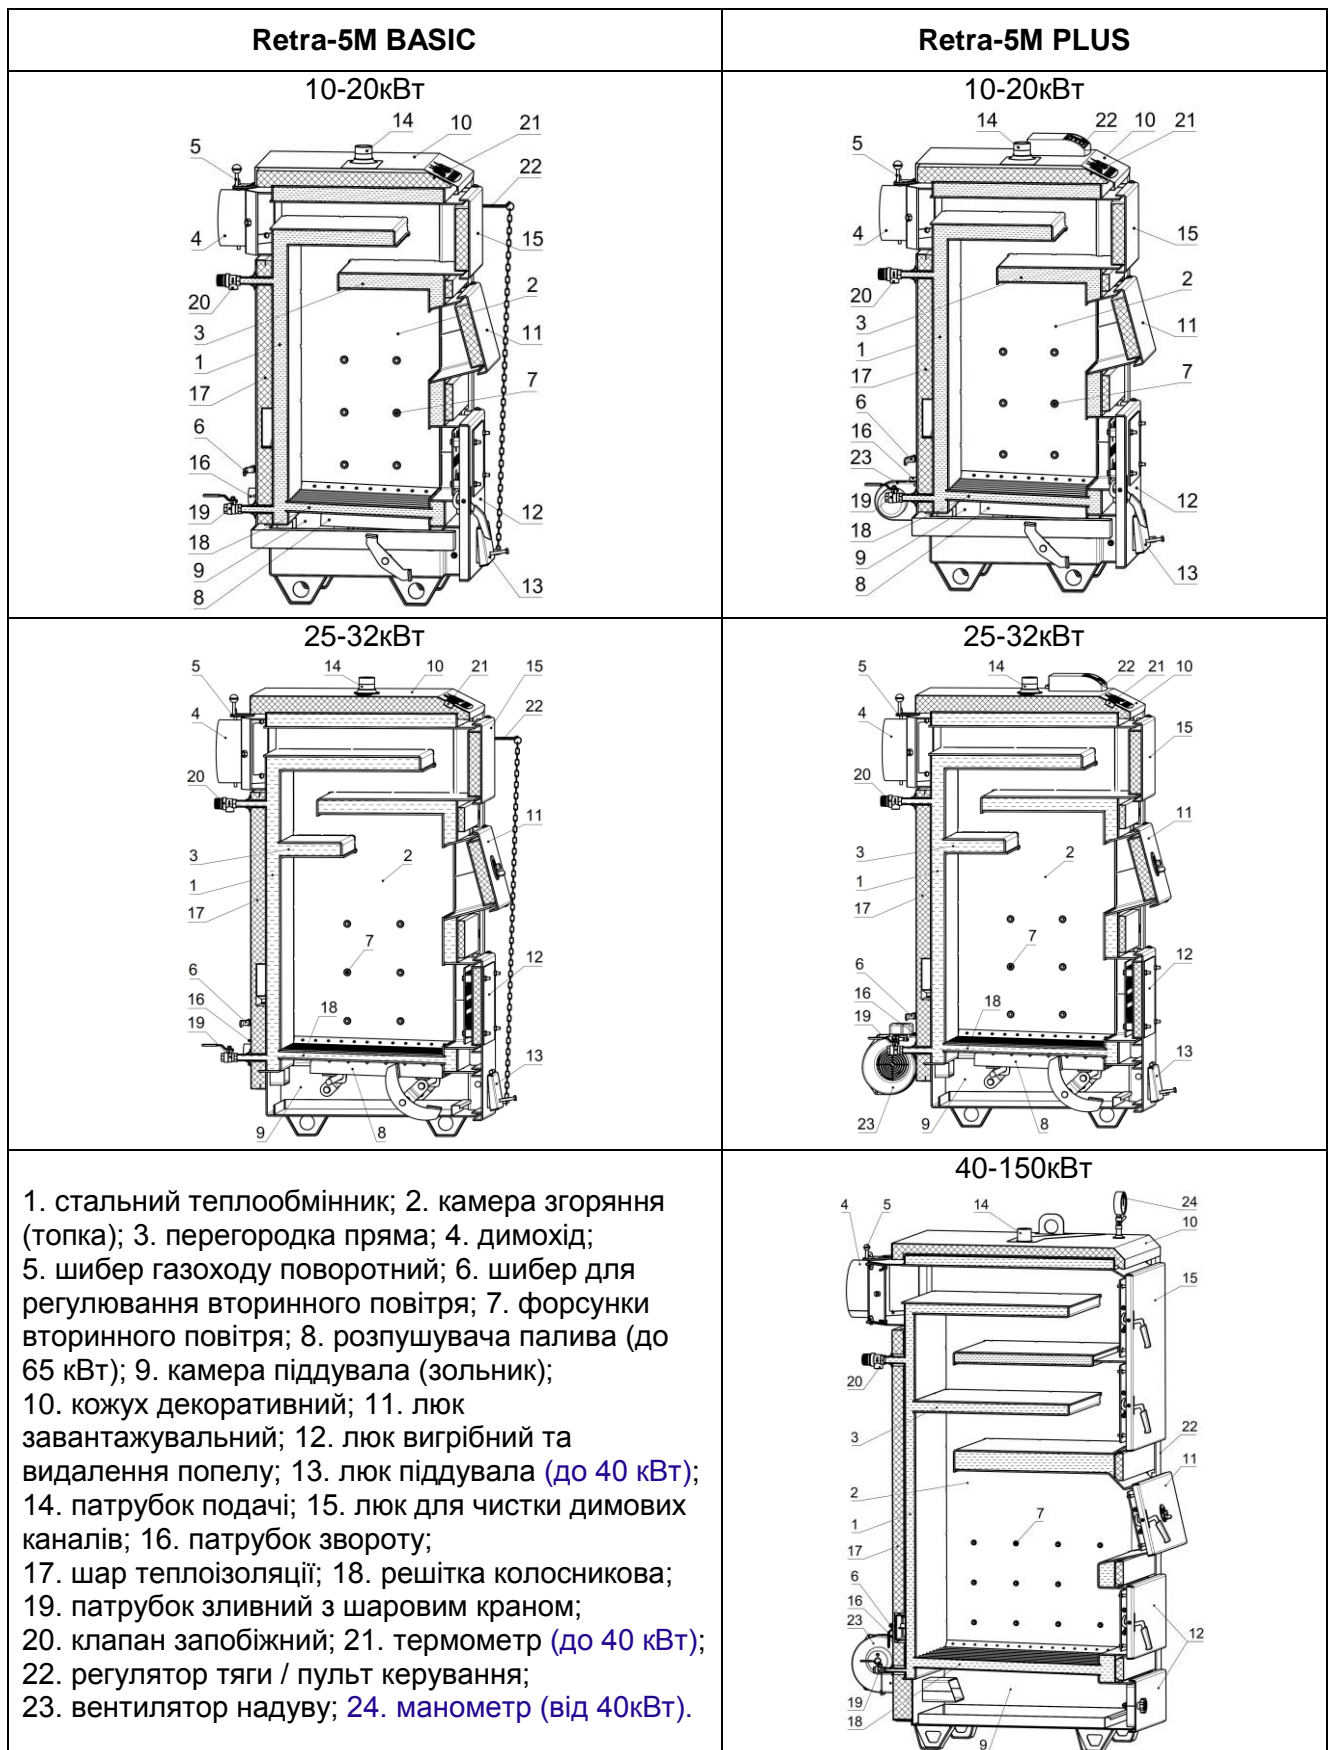

Рис.2 Схема будови котла моделей «Retra-5M BASIC», «Retra-5M PLUS»
5.2 Будова котла (див. Рис.2)
5.3 Принцип роботи (див. Рис.2). Вода із системи теплопостачання надходить в котел через патрубок звороту "16", розтікається по всім внутрішнім порожнинам теплообмінника і, через його металеві стінки, відбирає тепло від палива, що горить (контактним і радіаційним способами в топці) і газоподібних продуктів згорання (конвективним способом в решті частин теплообмінника). Нагріта вода через патрубок подачі "14" надходить в систему теплопостачання.
Подачу **первинного повітря** під колосникову решітку, в кількості необхідній для якісного згорання палива, забезпечує регулятор тяги 22 або вентилятор 23 (див. Рис.2).